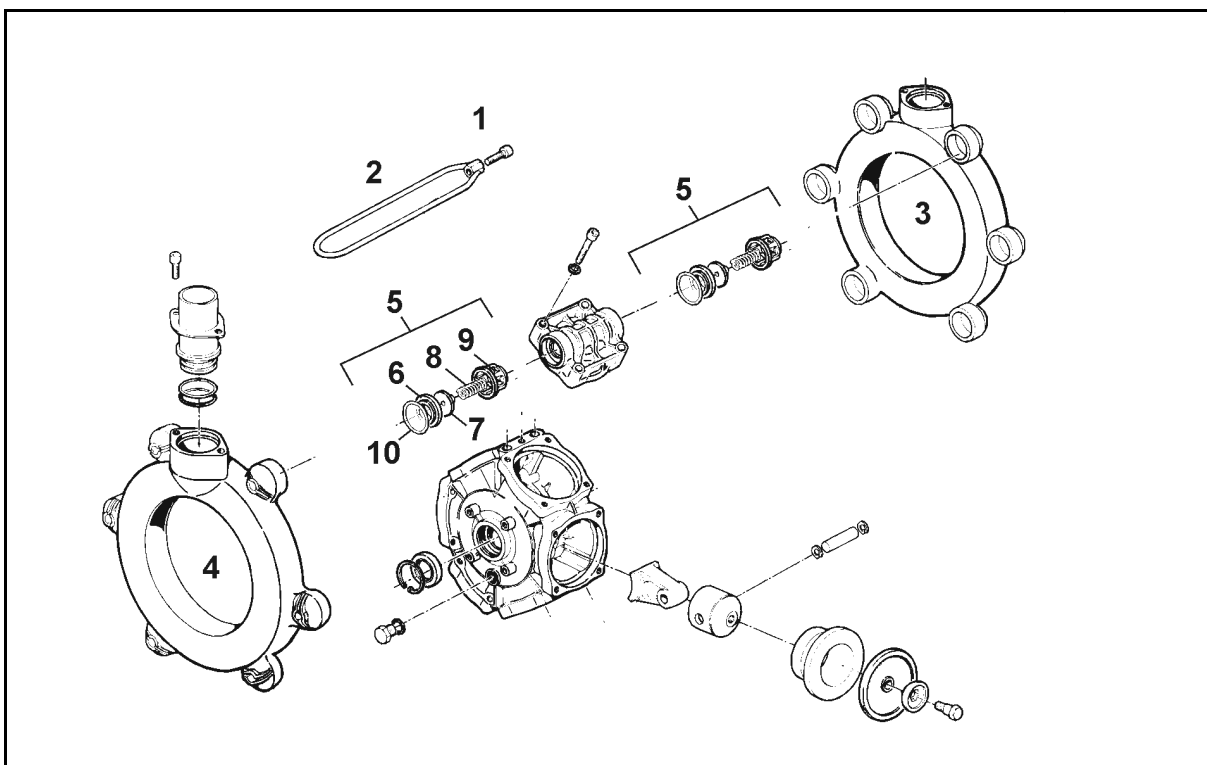

Bild 158
- Beakta respektive monteringsläge för ventilerna på sug- och trycksidan, före borttagning av ventilgrupperna (Bild 158/5).
- Se till att ventilstyrningen (Bild 158/9) inte skadas vid hopsättning. Skador kan leda till att ventilerna sätts igen.
- Dra åt muttrarna (Bild 158/1, 2) korsvis med angivna åtdragningsmoment. Felaktig åtdragning av skruvarna leder till spänning och därmed till läckage.
2. Lossa skruvarna (Bild 158/1) och ta bort spännbygeln (Bild 158/2).
3. Ta loss sug- och tryckkanalerna (Bild 158/3 Bild 158/4).
4. Ta bort ventilgrupperna (Bild 158/5).
5. Kontrollera ev. skador eller slitage på ventilsäte (Bild 158/6), ventil (Bild 158/7), ventilmfjäder (Bild 158/8) och ventilstyrning (Bild 158/9).
6. Ta loss O-ringen (Bild 158/10).
8. Montera ventilgrupperna (Bild 158/5) när du kontrollerat och rengjort dem.
9. Sätt dit nya O-ringar (Bild 158/10).
10. Fäst sug- (Bild 158/3) och tryckkanalerna (Bild 158/4) på pumphuset och montera spännbygeln (Bild 158/2).
11. Dra åt skruvarna (Bild 158/1) korsvis med ett åtdragningsmoment på **11 Nm**.